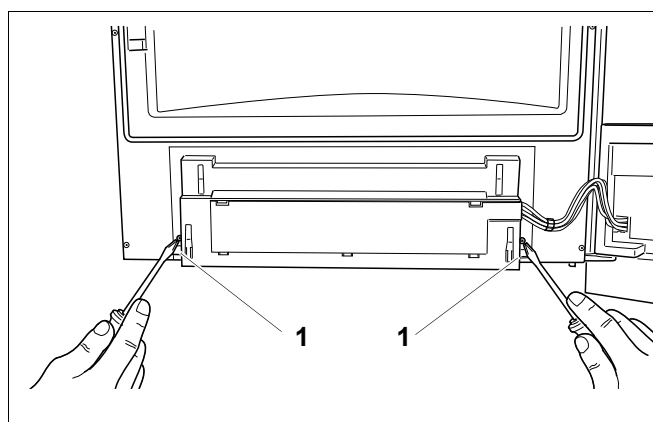

Fig. 121 Desfaceți șuruburile
- Desfaceți 2 șuruburi ale tabloului de comandă din spatele ușii cazanului (fig. 121, poz. 1).